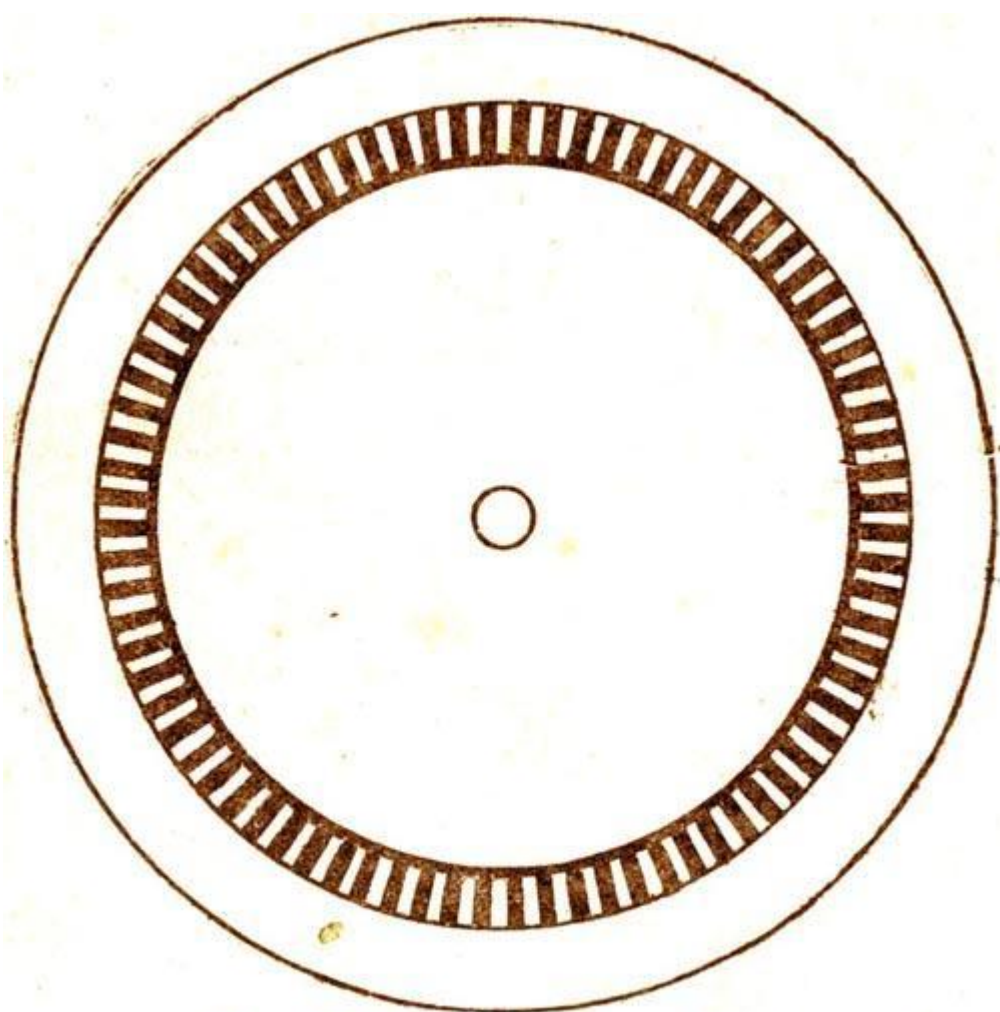

Рис. 120. Стробоскопический диск
11. Диск должен вращаться легко, плавно и ровно, не допуская ни горизонтальной, ни вертикальной качки, а также мертвых точек. Равномерность вращения диска, как уже известно, имеет решающее значение для правильного воспроизведения граммофонной записи. Для того чтобы проверить правильность вращения диска и правильность установки ручного регулятора, следует применять так называемый стробоскопический диск (рис. 120). В виде картонной пластинки он помещается на металлический диск, освещенный электролампочкой в 10—25 вт. Если металлический диск вращается со скоростью 78 оборотов в минуту, то деления стробоскопического диска будут как бы «стоять» на месте и сам этот диск будет казаться неподвижным. Если же деления будут казаться идущими вперед или назад, то скорость вращения металлического диска неправильная.